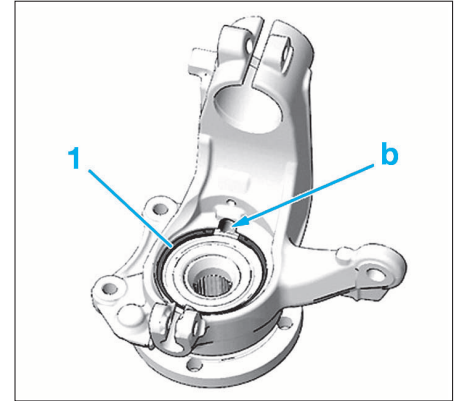

FIG. 40
- Reposer le circlips neuf (1) de maintien du roulement dans son logement (Fig.40).
Prendre garde à ne pas obturer l'espace "b" (Fig.40).